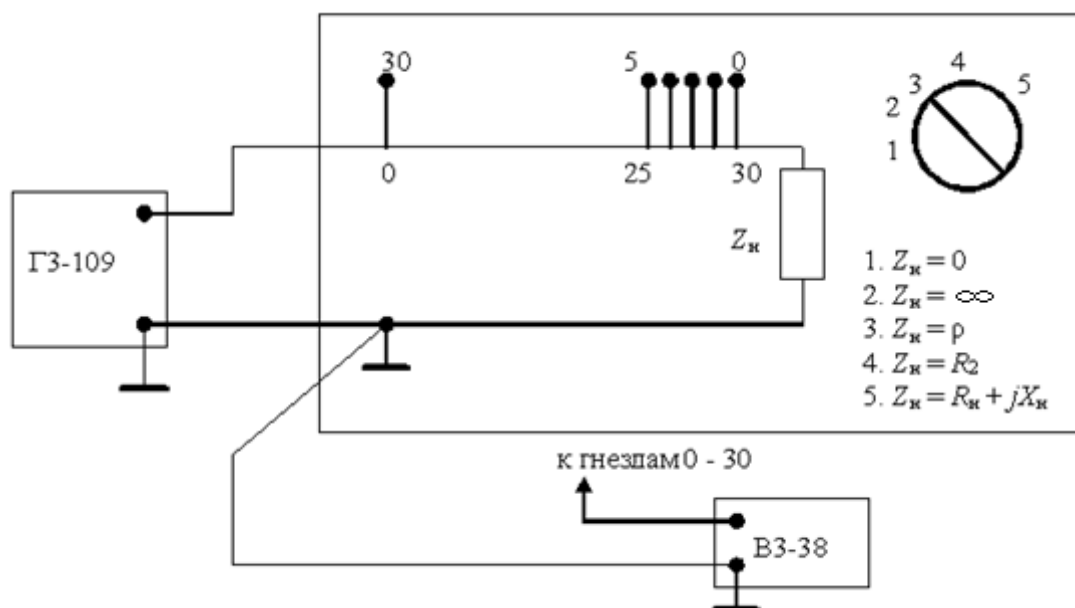

Рис. 7.2
3.1. Лабораторные исследования выполняются на макете, верхняя панель которого представлена на рис. 7.2.
3.2. Установите на генераторе гармонических колебаний ГЗ-109 заданную в табл. 7.1 частоту, внутреннее сопротивление $R_{\text{вых}} = 600$ Ом и напряжение на выходных зажимах 10 В. Напряжение проконтролируйте вольтметром ВЗ-38. Подключите генератор к входным зажимам длинной линии (рис. 7.2).